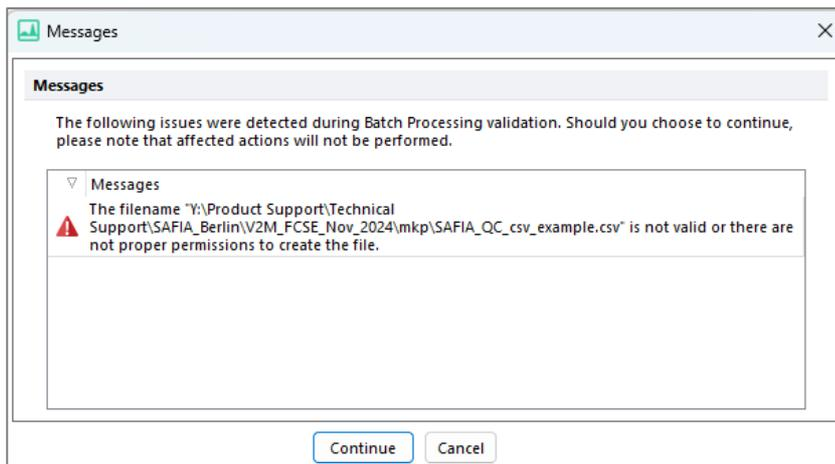

Abbildung 33 Ansicht der Fehlermeldung in FCS Express, wenn das Konvertieren der .fcs- in eine .csv-Datei fehlschlägt.
- Öffnet sich die Fehlermeldung (s. Abbildung 33), wenn Sie auf *Run* klicken, dann klicken Sie *Cancel* und führen die folgenden Schritte durch.